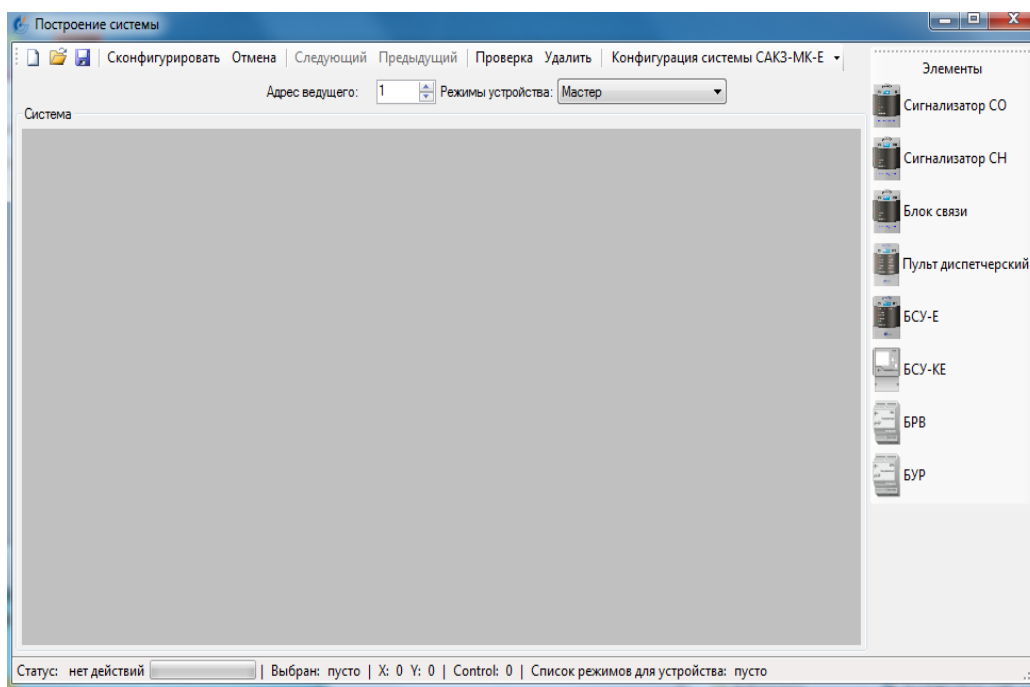

Рисунок 7 – Вид окна «Построение системы»
5.1 Для настройки системы с заданием всех необходимых параметров устройств необходимо в основном окне выбрать вкладку «Построение системы» – отобразится окно «Построение системы» (рисунок 7).